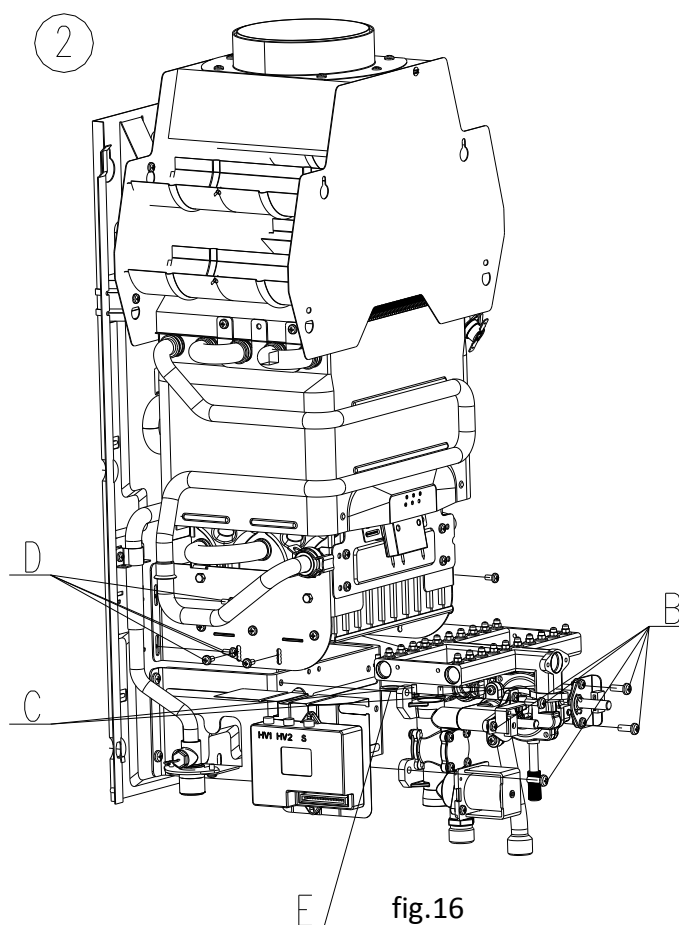

fig.16
2. Desenroscar la conexión entre la válvula de agua-gas y su soporte, quitar el clip que fija la conexión de la válvula de agua y el tubo de entrada de agua del quemador. Retire la conexión del cable para la válvula de agua-gas y la puesta a tierra (fig.16, ajuste B)
3. Desatornille la conexión entre la válvula de agua-gas y el gas. colector (fig.16, ajuste C)
4. Desatornille la conexión entre el colector de gas y ambos soportes laterales en el quemador. Afloje los tornillos de descanso de los soportes de ambos lados para liberar completamente el colector (fig.16, ajuste D), luego saque el colector